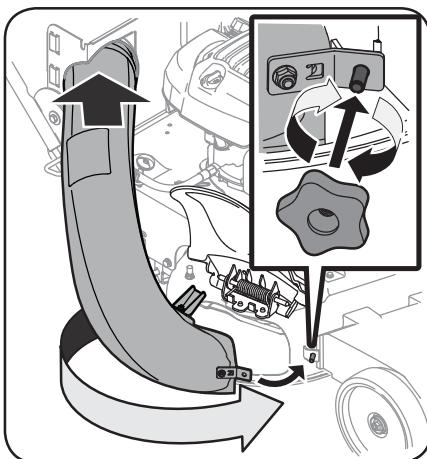

Figura 2-12
5. Sujete la tolva a la plataforma de corte con la perilla de aleta que se incluyó en la bolsa del manual. Enrosque la perilla de aleta en el pasador roscado de la plataforma. Ajuste manualmente para asegurar la tolva de descarga. Vea la Figura 2-12.